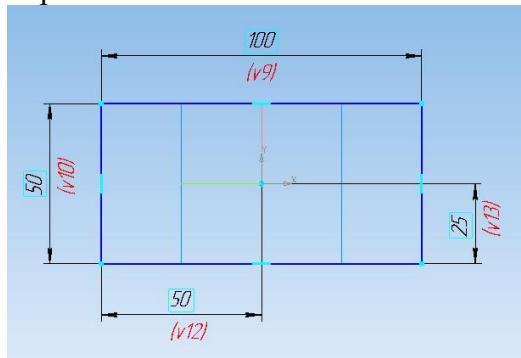

Рис. 2.3. Прямоугольник
2. Построение эскиза дна. Для этого необходимо в произвольном месте построить прямоугольник. Затем с помощью панели *Размеры*  и кнопки *Линейный размер* задайте размеры прямоугольника  $100 \times 50$  мм и привяжите его к центру плоскостей как на рис. 2.3.